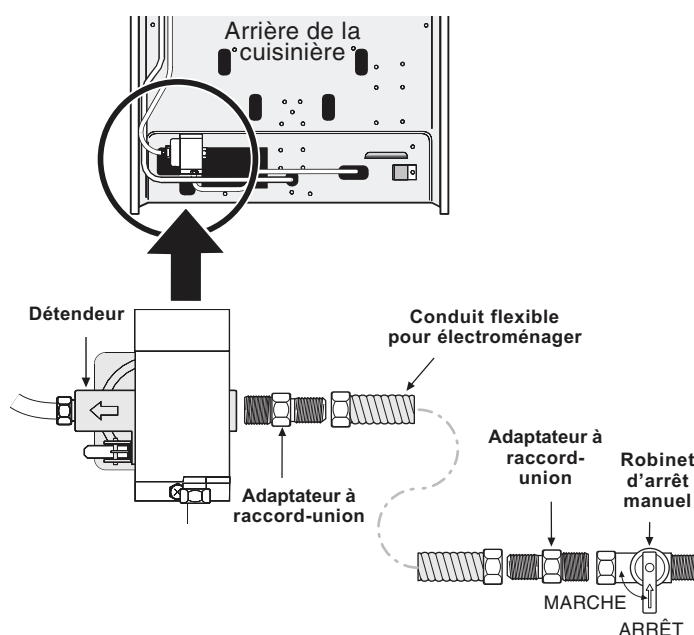

Fig. 8 - Branchement de l'alimentation
- Installez un robinet d'arrêt manuel externe sur la conduite d'alimentation en gaz dans un endroit accessible situé à l'extérieur de la cuisinière. Assurez-vous de connaître l'endroit où se trouve le robinet d'arrêt ainsi que la façon d'arrêter l'alimentation en gaz de la cuisinière (voir fig. 8).
- Installez un adaptateur à raccord-union de 1,3 cm (1/2 po) sur le détendeur **sans serrer à plus de 15 pi/lb** (voir fig. 8).
- d. Raccordez l'adaptateur de raccord-union au robinet d'arrêt manuel externe (voir fig. 8).
- e. Fixez la conduite de l'appareil à l'adaptateur de raccord-union raccordé au robinet d'arrêt (voir fig. 8).